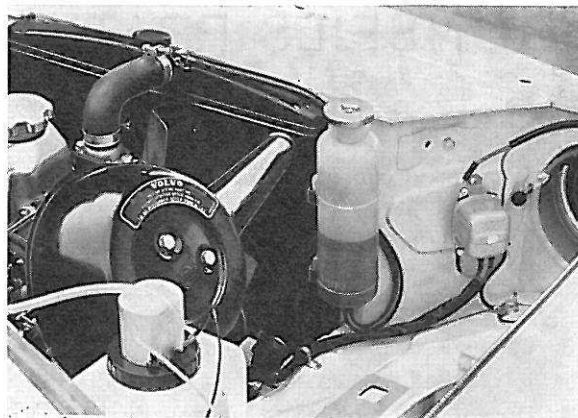

Figure 10. Radiateur et réservoir d'expansion
13. Remettre le bouchon de vidange au radiateur, reposer le radiateur en place et bien le fixer. Remonter les durites de radiateur et le réservoir d'expansion: la durite partant du radiateur doit passer **devant** le réservoir d'expansion pour être bien dégagée du ventilateur, figure 10.